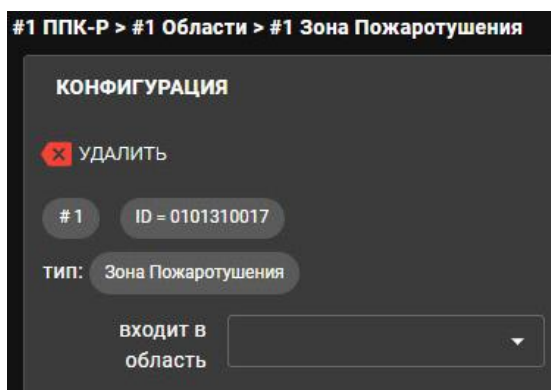

Рисунок 49 – Расположение кнопки удаления элемента
**Первый способ.** Нажатие кнопки  УДАЛИТЬ в разделе «Конфигурация» требуемого элемента помечает элемент для удаления (Рис. 49). Это действие можно подтвердить или отменить. Для подтверждения удаления нажать кнопку «В ППК».